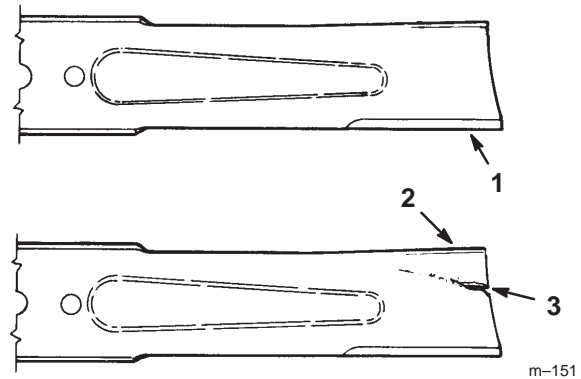

Figure 32
1. Inspectez les tranchants des lames (Fig. 32). Si les lames ne sont pas tranchantes ou si elles présentent des indentations, déposez-les et aiguisiez-les (voir Aiguisage des lames, page 31).
2. Inspectez les lames, surtout la partie incurvée (Fig. 32). Remplacez immédiatement toute lame endommagée, usée ou qui présente une entaille (repère 3 de la Fig. 32).